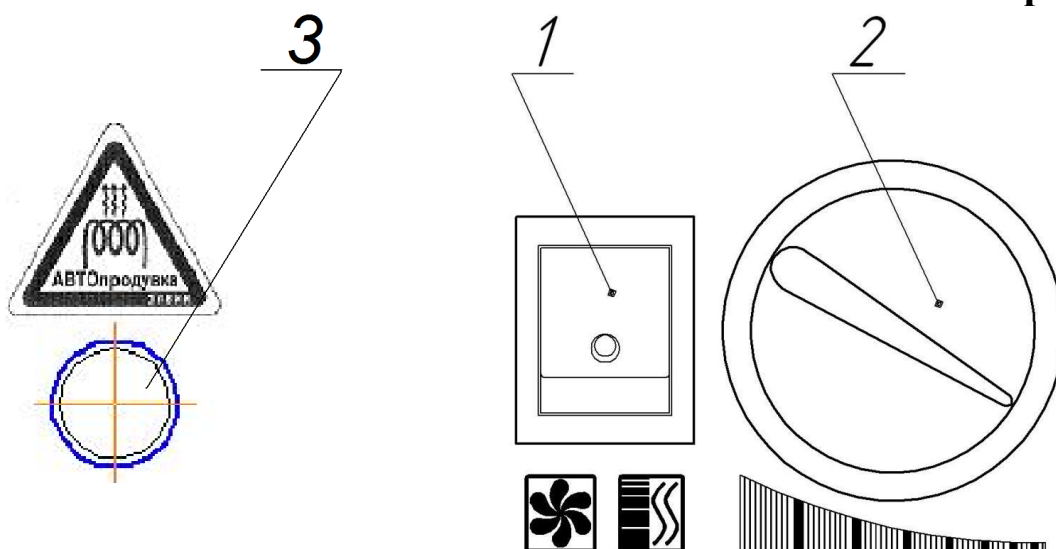

Рис. 1 Клавиши управления.
Положение панели управления на рис.1.
7.1.1 Для включения режима воздушной завесы необходимо включить клавишу сетевого выключателя (поз.1, рис.1) в положении **ⓘ**, при этом включаются вентиляторы и загорается подсветка клавиши, создается режим «воздушный занавес».